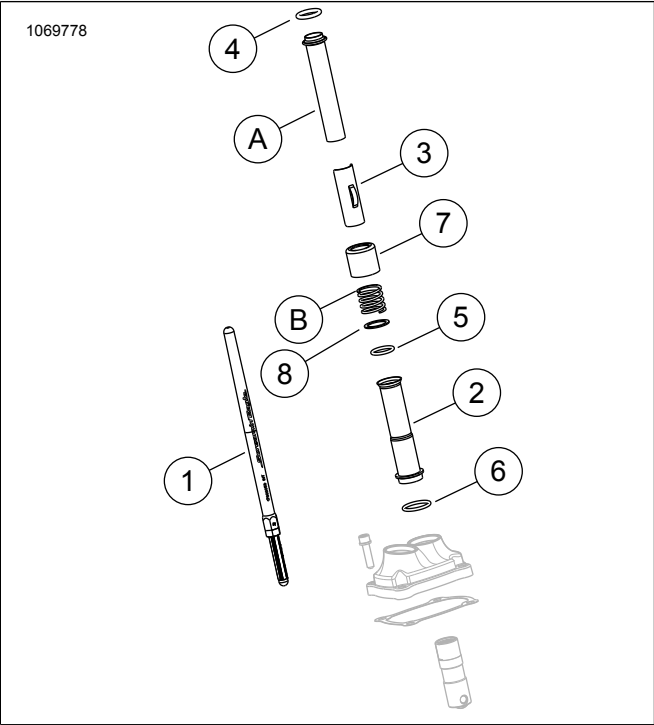
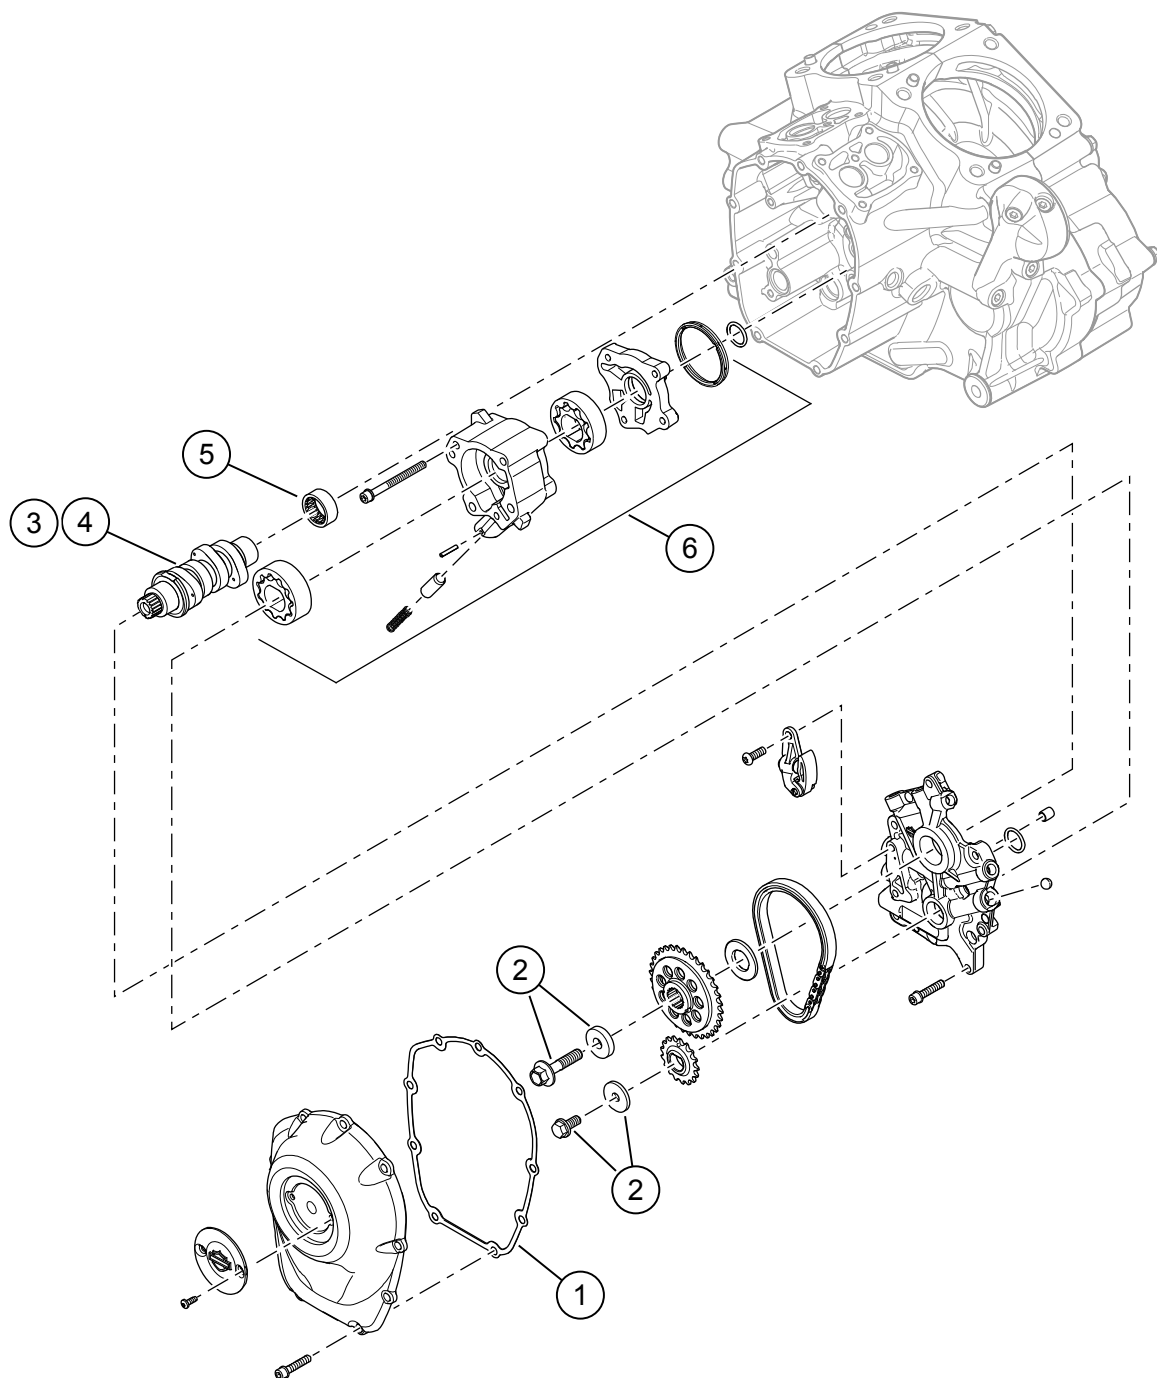

Figura 3. Parti di ricambio
Figura 4. Parti di ricambio: Kit Screamin' Eagle Milwaukee-Eight Stage 2
Vedere da Figura 3 a Figura 4, e da Tabella 2 a Tabella 3.
1. Vedere la figura 4. Installare la pompa dell'olio. Consultare la sezione MOTORE del manuale di manutenzione.